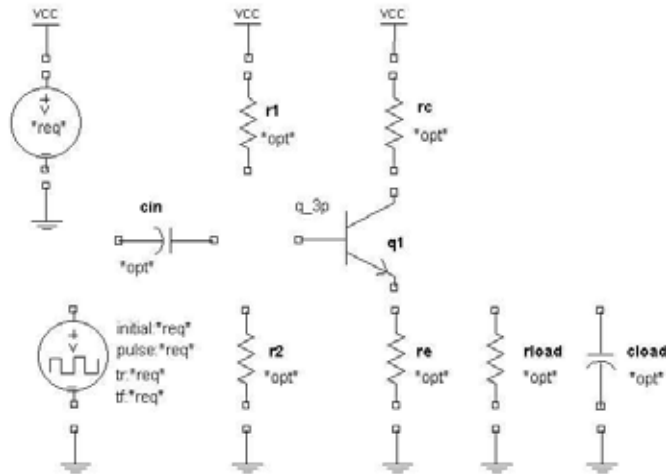

图 2 单级晶体管放大器部件布局
在教材的这一部分你将按图 2 所示在原理框图上放置符号。图中增加了如 r1、r2 等部件标号以便参照。
6) 在 Available Parts 表中，选择 Resistor (1) 。
9) 将 5 个电阻按图 2 所示放置在晶体管周围，步骤如下：
3. 使用下列 Parts Gallery 设定值及图 2 所示的部件布局图来查找并放置 V_Pulse 符号。
- 7) 如图 2 所示放置符号。如下可旋转符号 180°。
- 1) 在 Parts Gallery 中，使用 3.5 节中所作的相同设定值，只是在 Available Parts 表中，选择 Capacitor (1)。
- 2) 如图 2 所示放置和定位符号。
- 6) 通过单击 place 按钮 6 次放置 gnd 符号。如图 2 所示布置符号。
3) 单击 Place 按键 3 次来布局 VCC 符号。如图 2 所示布置符号。